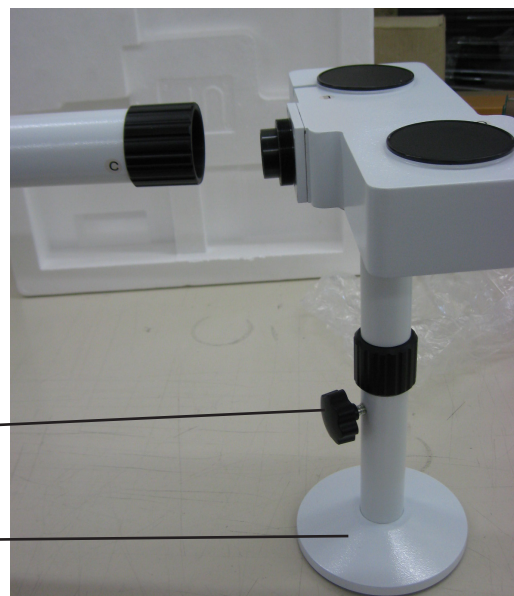

Fig. 7
- 2.8** Regolare l'altezza della colonna di supporto del tubo di estensione. Allentare la manopola di serraggio della base (1), svitare la base (2) fino a raggiungere l'altezza desiderata, serrare la manopola. (Fig. 7).